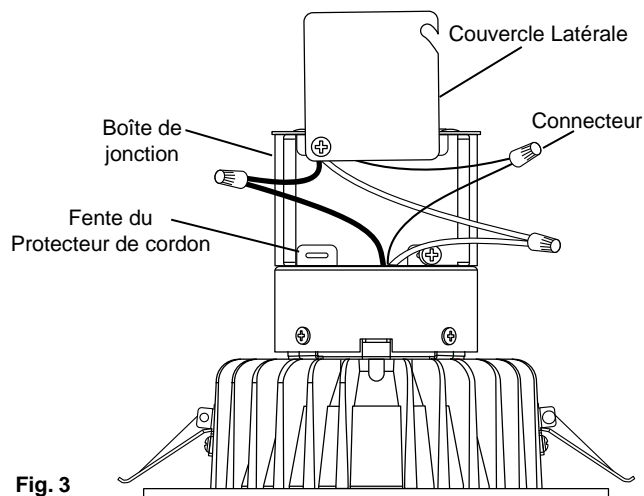

Fig. 3
4. Ouvrez le couvercle latérale de la boîte de jonction. Si vous utilisez un câble BX, retirez l'un des noeuds ronds situés sur le dessus ou sur les côtés de la boîte de jonction. Si vous utilisez un câble NM, enlevez un noeud rectangulaire à l'arrière de la boîte de jonction. Insérez une longueur d'environ 5 à 6 po (12,7 à 15,24 cm) du câble NM dans la boîte de jonction en faisant passer par la fente d'un des protecteurs de cordon. (Fig. 3)
5. Enlevez une longueur d'au moins 3 po (7,62 cm) de la gaine extérieure du câble et retirez le film de plastique ou le papier. Dénudez l'extrémité de tous les fils d'alimentation sur une longueur d'environ  $\frac{3}{8}$  po (9,5 mm). À l'aide des connecteurs de câble, effectuez les connexions électriques suivantes dans la boîte de jonction (Fig. 3):